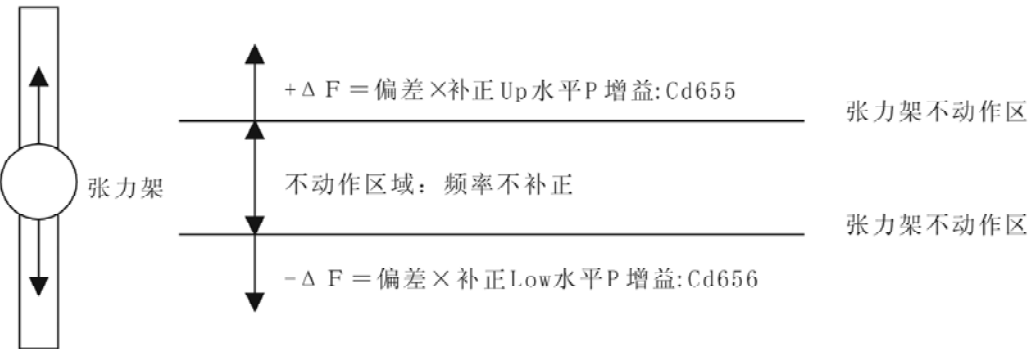

图8-2-3 印花机卷绕功能的张力架补正动作
- 图8-2-3中表示印花机卷绕功能的张力架补正（印花机张力架补正）的动作。张力架在指定范围内动作时，基本上是以恒速进行卷绕。但是超过指定范围时，根据越过的量和比例系数补正卷绕侧的转速（ $\pm \Delta F$ ），可以构筑成把张力架的移动范围抑制在最小限度的卷绕系统。